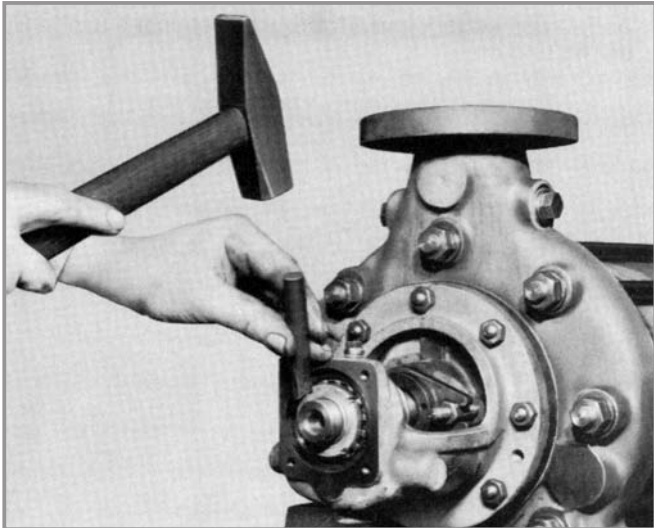

Fig. 32 - Desrosqueamento da porca do mancal
- 04. Com auxílio do pino ou chave gancho e de um martelo desrosquear a porca de mancal (923) (vide Fig. 32).